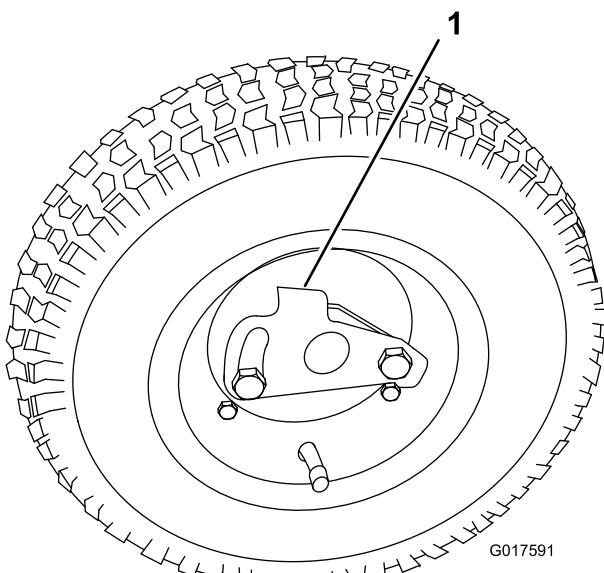

図 8
1. 車輪を車軸にはめ込む(図8)。
2. ロッククリップを開き、タイヤを更に奥に押し込む(図8)。